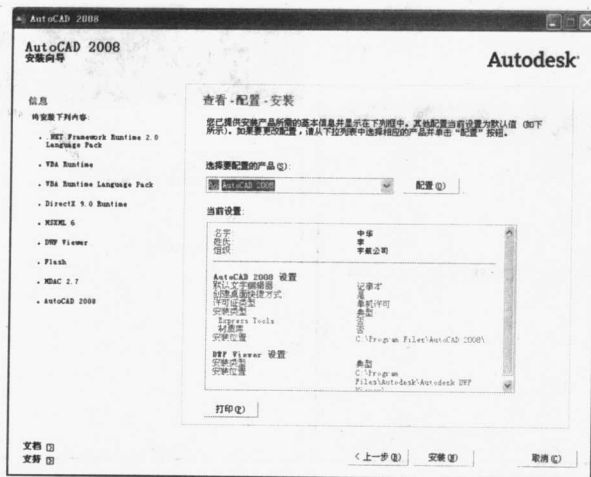

图 1.8 “查看-配置-安装”对话框
(5) 弹出如图 1.8 所示的“查看-配置-安装”对话框，从中可对软件安装的具体内容、在硬盘上的具体位置、使用的文字编辑器等进行设置。缺省情况下为“典型”安装，安装位置为 C 盘，使用的文字编辑器为 Windows 系统提供的“记事本”，单击其中的“配置”按钮可对软件进行选择性和修改配置设置。一般可选择“典型”安装。